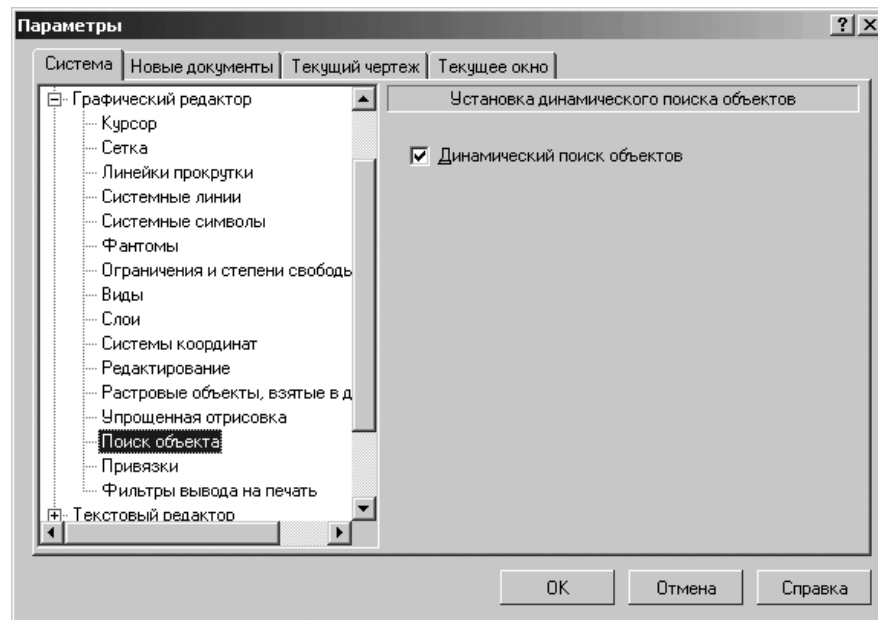

Рис. 9.32. Диалоговое окно **Параметры** с открытой вкладкой **Система** и открытой панелью **Установка динамического поиска объектов**
- щелкните по пункту **Поиск объекта**. Откроется в правой части диалогового окна панель **Установка динамического поиска объектов** (рис. 9.32).